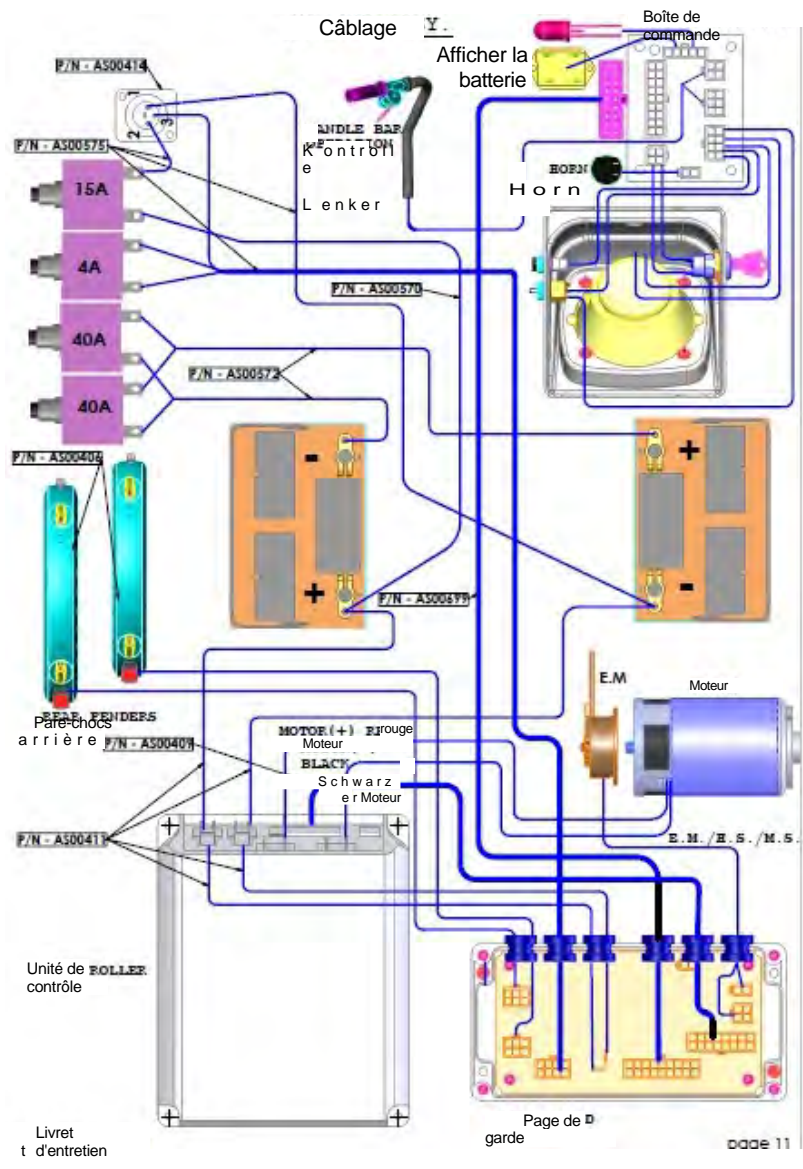

Figure 11
2. Les chiffres entre parenthèses se rapportent aux pièces présentées dans la figure 11.
Remplacer les piles	Attention ! Les piles ne doivent être remplacées que par un personnel qualifié. Avertissement ! Les piles contiennent une source d'énergie élevée et peuvent produire des étincelles qui présentent un risque d'incendie. Avertissement ! La manipulation incorrecte des piles peut entraîner des dommages et des blessures. La procédure est illustrée dans la figure 12. 1. Retirez le capuchon isolant de l'une des bornes de la batterie. 2. Dévissez le câble de la borne à l'aide d'une clé de 10/13 mm. Veillez à ce que la clé ne touche pas d'autres bornes ou parties métalliques afin d'éviter tout risque de dommage ou de blessure. 3. Répétez les étapes 1 et 2 pour tous les autres terminaux. 4. Retirez les piles usagées et insérez les nouvelles. 5. Connectez les câbles des nouvelles piles comme indiqué dans la figure 11 (et sur l'étiquette apposée à côté des piles). 6. Vissez les bornes et remettez les capuchons isolants en place.